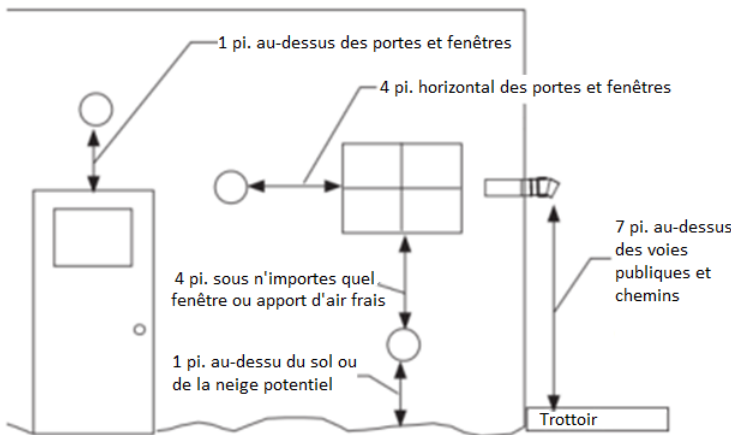

Figure 1 - Exigences de terminaison horizontale
• Lorsque le conduit passe à travers un mur latéral, terminez le système à au moins 12 pi (3,7 m) au-dessus du sol et au-dessus de la ligne de neige dans les zones géographiques où la neige peut s'accumuler. La zone de terminaison doit être dégagée de la neige et de la glace en tout temps. Voir la figure 1.
• Terminez le système à au moins 7 pi (2,1 m) au-dessus d'une allée ou d'un chemin public, à au moins 6 pi (1,8 m) de l'entrée d'air de combustion de tout appareil ou à 3 pi (0,9 m) de tout autre ouverture de bâtiment, compteur de gaz, régulateur de service ou similaire. Moins de distance est autorisée si spécifier dans les instructions d'installation de l'appareil. Il doit également se terminer à au moins 3 pi (0,9 m) au-dessus de toute entrée d'air forcé à moins de 10 pi (3,1 m) et se terminer à au moins 4 pi (1,2 m) au-dessous, 4 pi horizontalement de ou 1 pi (0,3 m) au-dessous toute porte, fenêtre ou entrée d'air par gravité dans un bâtiment tel que prévu dans le Code national du gaz combustible ANSI Z223.1 et NFPA 54. Voir la figure 1. Un jugement correct peut nécessiter de plus grandes distances selon le côté de l'équipement installé ou pour éviter la neige qui tombe du toit ou des arbres. La terminaison doit être suffisamment éloignée des arbres, arbustes ou objets décoratifs pour éviter tout dommage.